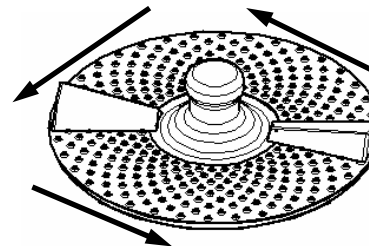

FIG. 8 - Rotation af pladen
- FIG. 8 - Rotation af pladen side 13
3. Gentag samme operation ved at kontrollere at pladens rotation (jvf. FIG. 8) er mod uret, gennem det gennemsigtige lukkede overlåg;
i stikket eller i stikkontakten. (jvf. FIG. 8).